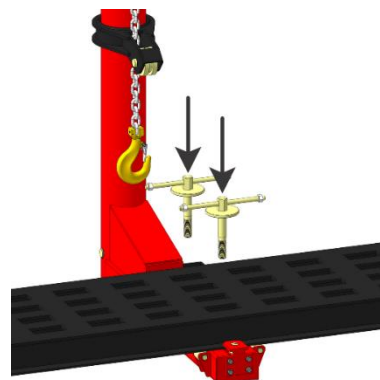

Рисунок 64
- Подкатите силовое устройство к выбранному месту и зафиксируйте его к платформе двумя винтами (рисунок 64).